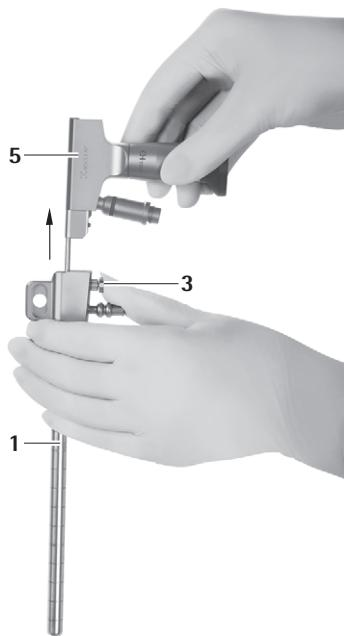

Fig. 8
- ▶ Presser le bouton de déverrouillage 3 et retirer l'endoscope 5 hors du trocart MINOP InVent 1, voir Fig. 8.